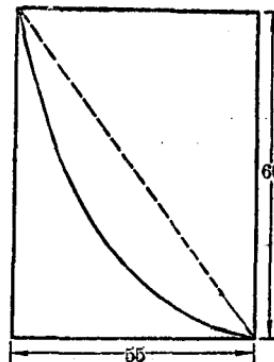

图 6
4. 滑板座：将 60×55 [毫米]² 木板一块，沿对角锯成两个三角形，然后把两块木块迭在一起，如图 6 所示把斜边锯成